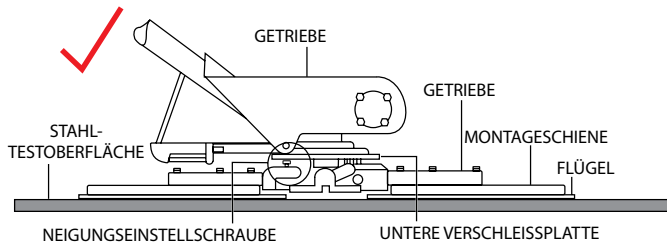

Abbildung 49. Korrekte Flügelneigung (flach)
2. Neigen Sie die Flügel so flach wie möglich. Die Neigungseinstellschrauben (Abbildung 49) sollten alle einen knappen Kontakt (max. Abstand 0,10 Zoll) zur **unteren Verschleißplatte** auf dem Drehkreuz haben. Alle Neigungseinstellschrauben sollten im gleichen Abstand zur unteren Verschleißplatte platziert werden. Falls eine keinen Kontakt hat, ist eine Einstellung erforderlich.